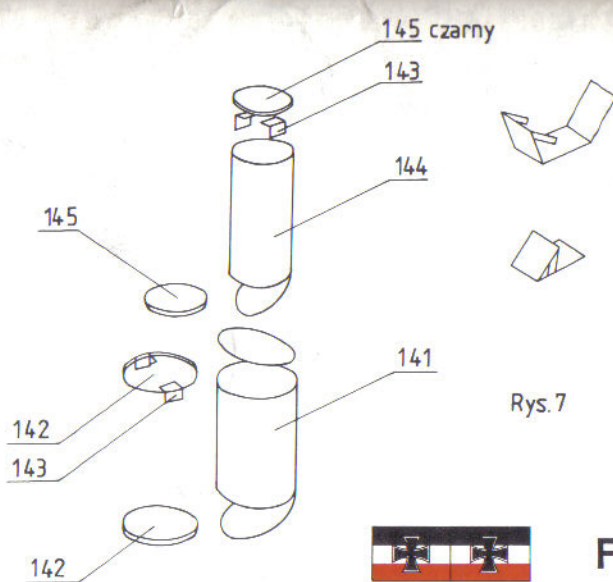

Rys. 5
**97-113** Pomost dziobowy. Element 97 naklejamy na części 80 doklejając go do części 92. Na nim naklejamy sklezione razem elementy 98, tak by część poszerzona wypadła po prawej burcie. Nadburcie części dziobowej, element 99 po nacięciu wzdłużnie w części środkowej naklejamy na części 92 i krawędzi części 94. Ukośną część nadburcia element 100 naklejamy z boków do części 92 i 80, a sklejkami w części górnej do nadburcia 99. Element 101 naklejamy na częściach 94 i 98. Podstawę dolną przedniego masztu element 102 sklejaemy w pierścieni i naklejamy na części 94, przewód nawiewnika element 103 naklejamy na części 94. Na stanowisku dowodzenia naklejamy element 104 oklejając go od strony dziobu barierką 105. Platformę pomostu elementy 106 sklejaemy razem, oklejamy w części przedniej barierkami 107, która na skrzydłach sięga pokładu 94, a w części tylnej barierką 108 i gotową platformę naklejamy na częściach 95, 102, 103, 101. Odchylnie skrzydła pomostu elementy 109 sklejaemy i oklejamy ich węższą częścią barierki 110. Jej część poszerzoną przyklejamy do górnej części tylnej ściany elementu 92. W miejscu zetknięcia z nadburciem 100 skrzydło może się obracać i chować do tyłu (rys.5). Barierkę 111 przyklejamy do tylnej ściany elementu 92, a barierkę 112 także do krawędzi części 98. Na platformie 106 naklejamy nawiewnik 113.